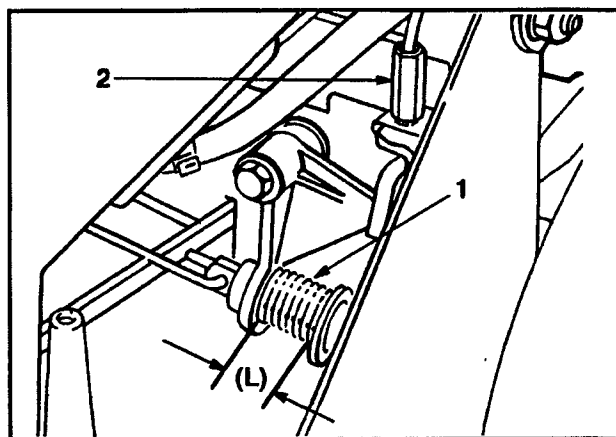

Figure 29
3. Abaissez et élevez la barre de commande contre la poignée. Tout en la maintenant contre la poignée, mesurez la longueur du ressort (L) à l'avant du ressort comme illustré sur la figure 29.
5. Pour effectuer le réglage, tournez le raccord plastique situé autour du câble de frein de la lame (fig. 29) jusqu'à ce que la longueur du ressort soit aussi proche que possible de 2,5 cm sans toutefois y être inférieure. (Voir la remarque suivante.)
4. Retirez tous les débris qui se seraient accumulés dans la zone située derrière le panneau (fig. 29).
5. Remontez le panneau vertical, revissez les deux (2) vis autotaraudeuses de 0,5 pouces pour fixer le panneau écran au plateau de la tondeuse.